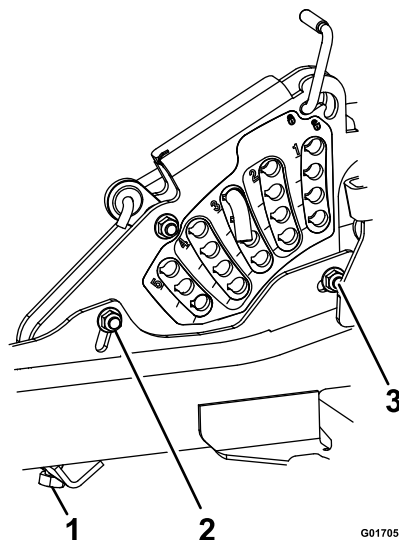

Figure 58
14. Si les quatre dispositifs de réglage du tablier ne disposent pas d'un réglage suffisant pour obtenir une hauteur de coupe précise avec l'inclinaison voulue, vous pouvez utiliser le réglage monopoint pour obtenir un réglage supplémentaire (voir Figure 58).